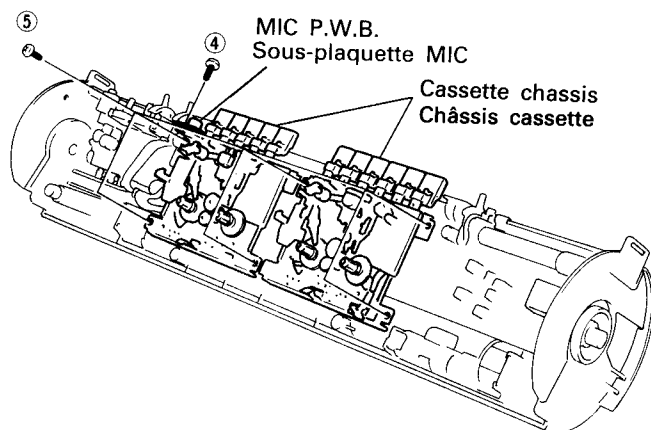

Fig. 3
2. MIC P.W.B. (Fig. 3)
3. Cassette chassis (Figs. 3 and 4)
Remove six screws ⑤. (Fig. 3)
Dégager la partie ④ en la tirant des deux côtés. Tirer l'assemblage du boîtier avant dans la direction de la flèche (lorsque l'assemblage du boîtier avant est à moitié dégagé, débrancher le connecteur ④ de la plaquette de circuit imprimé (PCI)) (Fig. 3).
2. Sous-plaquette MIC (Fig. 3)
3. Châssis de positionnement de cassette (Fig. 3 et 4)
Déposer les six vis ⑤. (Fig. 3)